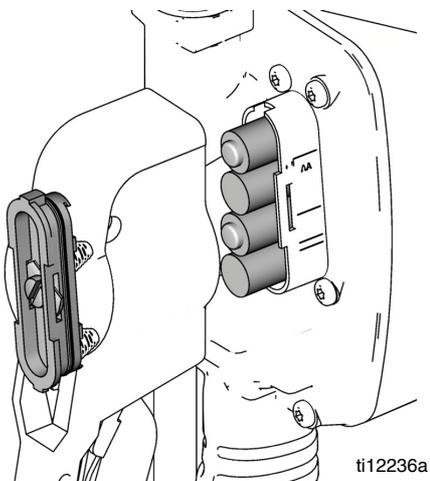

Рис. 22
- Установите **четыре НОВЫХ** батареи. Направление установки батарей см. на Рис. 22. Убедитесь, что они правильно установлены или расходомер не будет работать.